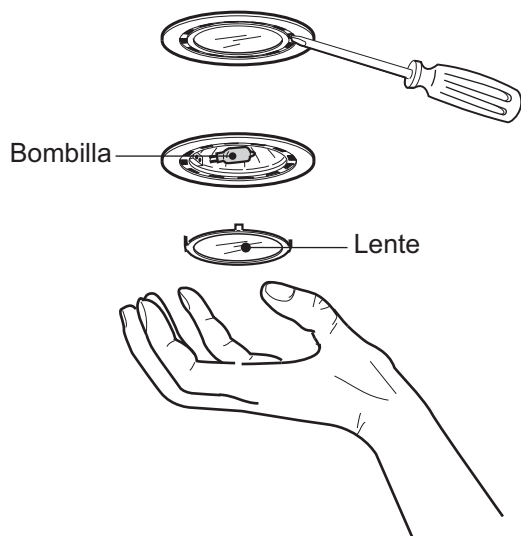

Figura 4: Reemplazo de las bombillas halógenas
1. Con la punta de un destornillador plano o de una herramienta semejante, afloje la lente de protección, como se muestra en la *Figura 4*.